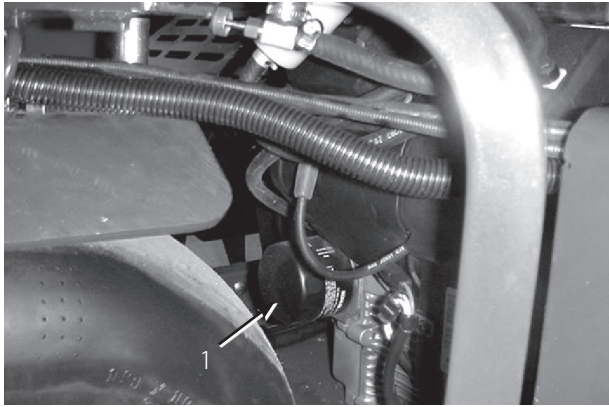

図 46
3. オイル・ドレンの下に廃油受けを置く。ドレン・プラグを外してオイルを受ける (図46)。